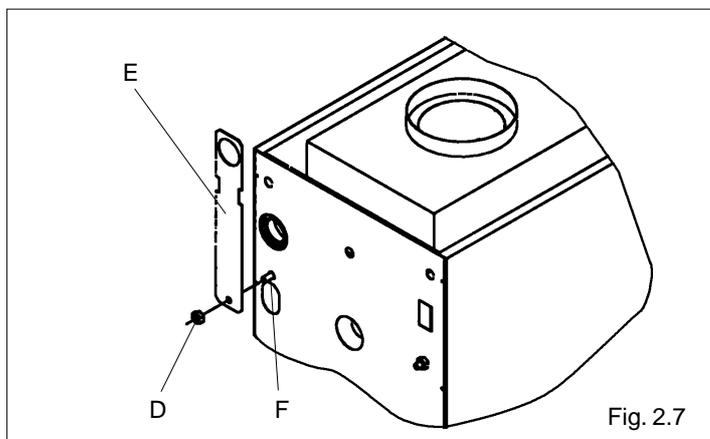

Fig. 2.7
- Quitar la tuerca (D) del tirante superior trasero (fig. 2.7).
- Montar la segunda asa de elevación (E) en el tirante (F), en posición diagonal respecto a la que ya está colocada (fig. 2.7).
- Colocar la tuerca (D) previamente extraída (fig. 2.7).